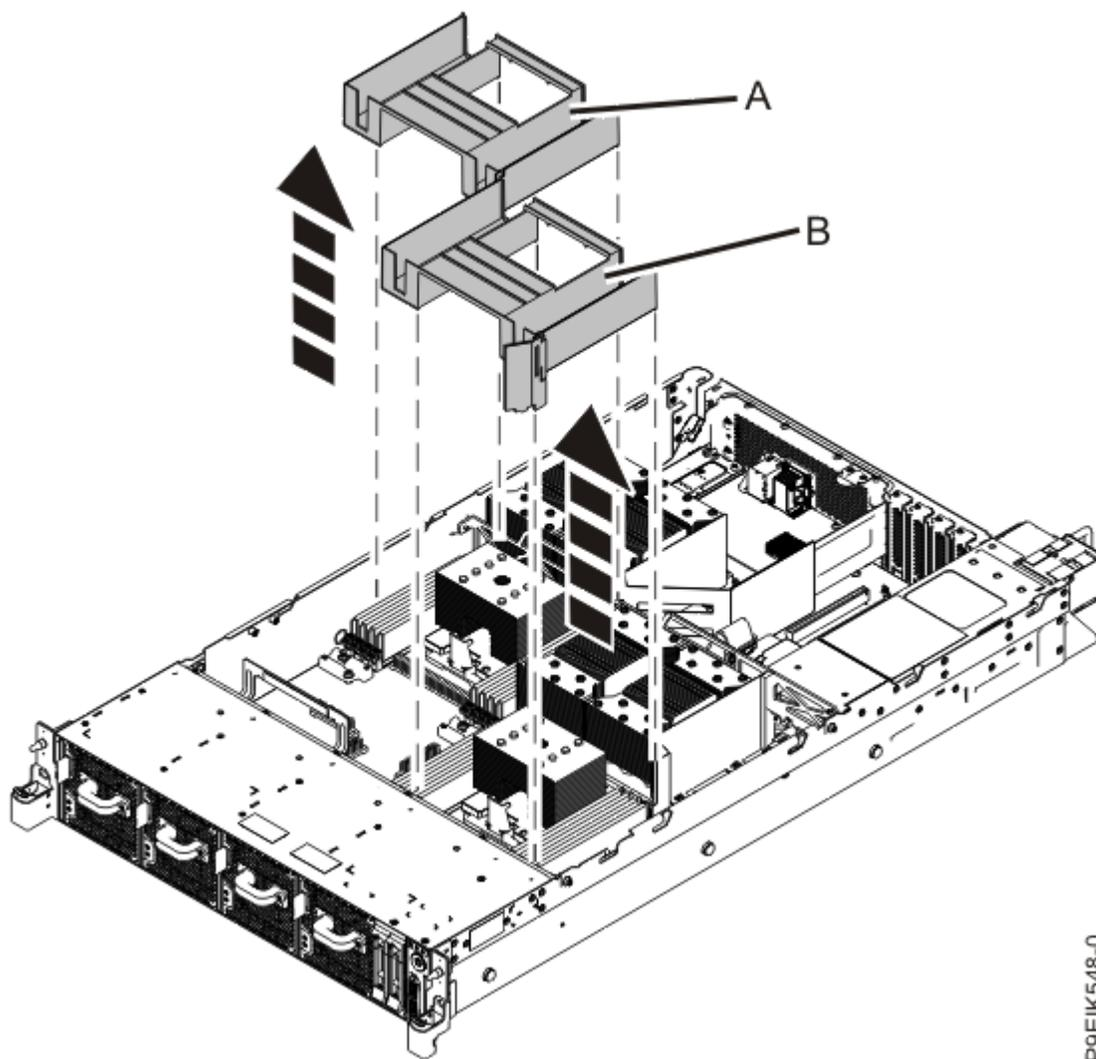

Figura 28. Extracción de los deflectores de aire del procesador del sistema
2. Extraiga los deflectores de aire (A) y (B), tal como se muestra en la Figura 28 en la página 34.